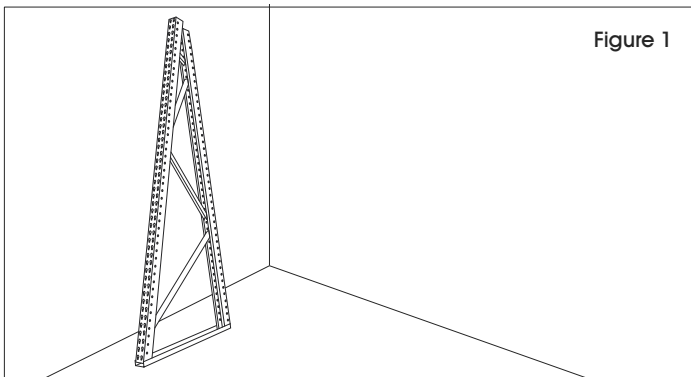

Figure 1
1. Appuyez un montant contre le mur ou faites l'assemblage avec une autre personne. (Voir Figure 1)